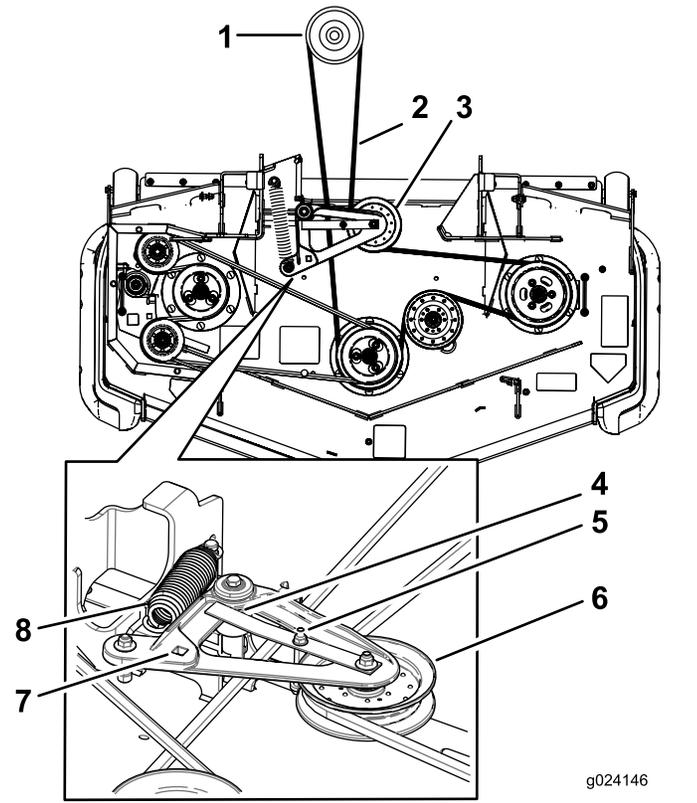

Figure 79
6. Insérez un rochet dans le trou carré du bras de tension pour détendre le ressort de la poulie de tension (Figure 79).
8. Soulevez la patte du guide-courroie et déposez la courroie existante (Figure 79).
9. Acheminez la courroie neuve autour des poulies du tablier de coupe et de la poulie d'embrayage, sous le moteur (Figure 79).
10. Tournez et vérifiez que la patte du guide-courroie vient frapper le moyeu de pivot Figure 79.
11. Insérez le rochet dans le trou carré et montez le ressort de la poulie de tension (Figure 79).